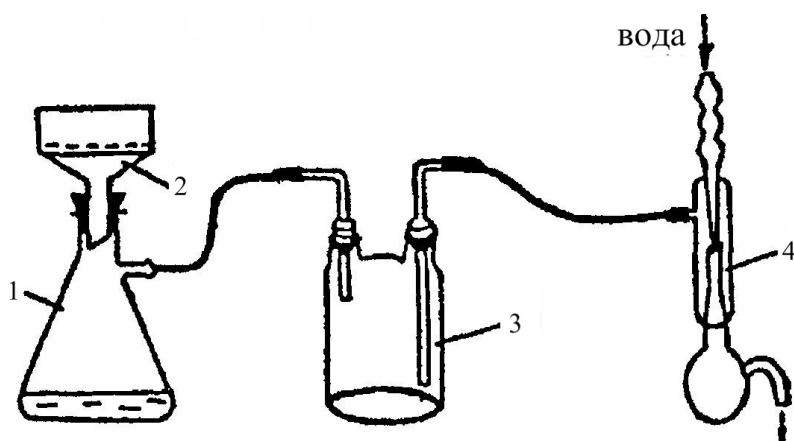

Рис. 4. Лабораторний нутч-фільтр:
4. *Кристалізація і фільтрація.* При охолодженні гарячого фільтрату до кімнатної температури відбувається кристалізація бензеною кислоти. Кристали чистої речовини відділяють на лабораторному нутч-фільтрі (рис. 4), промиваючи її невеликою кількістю розчинника.